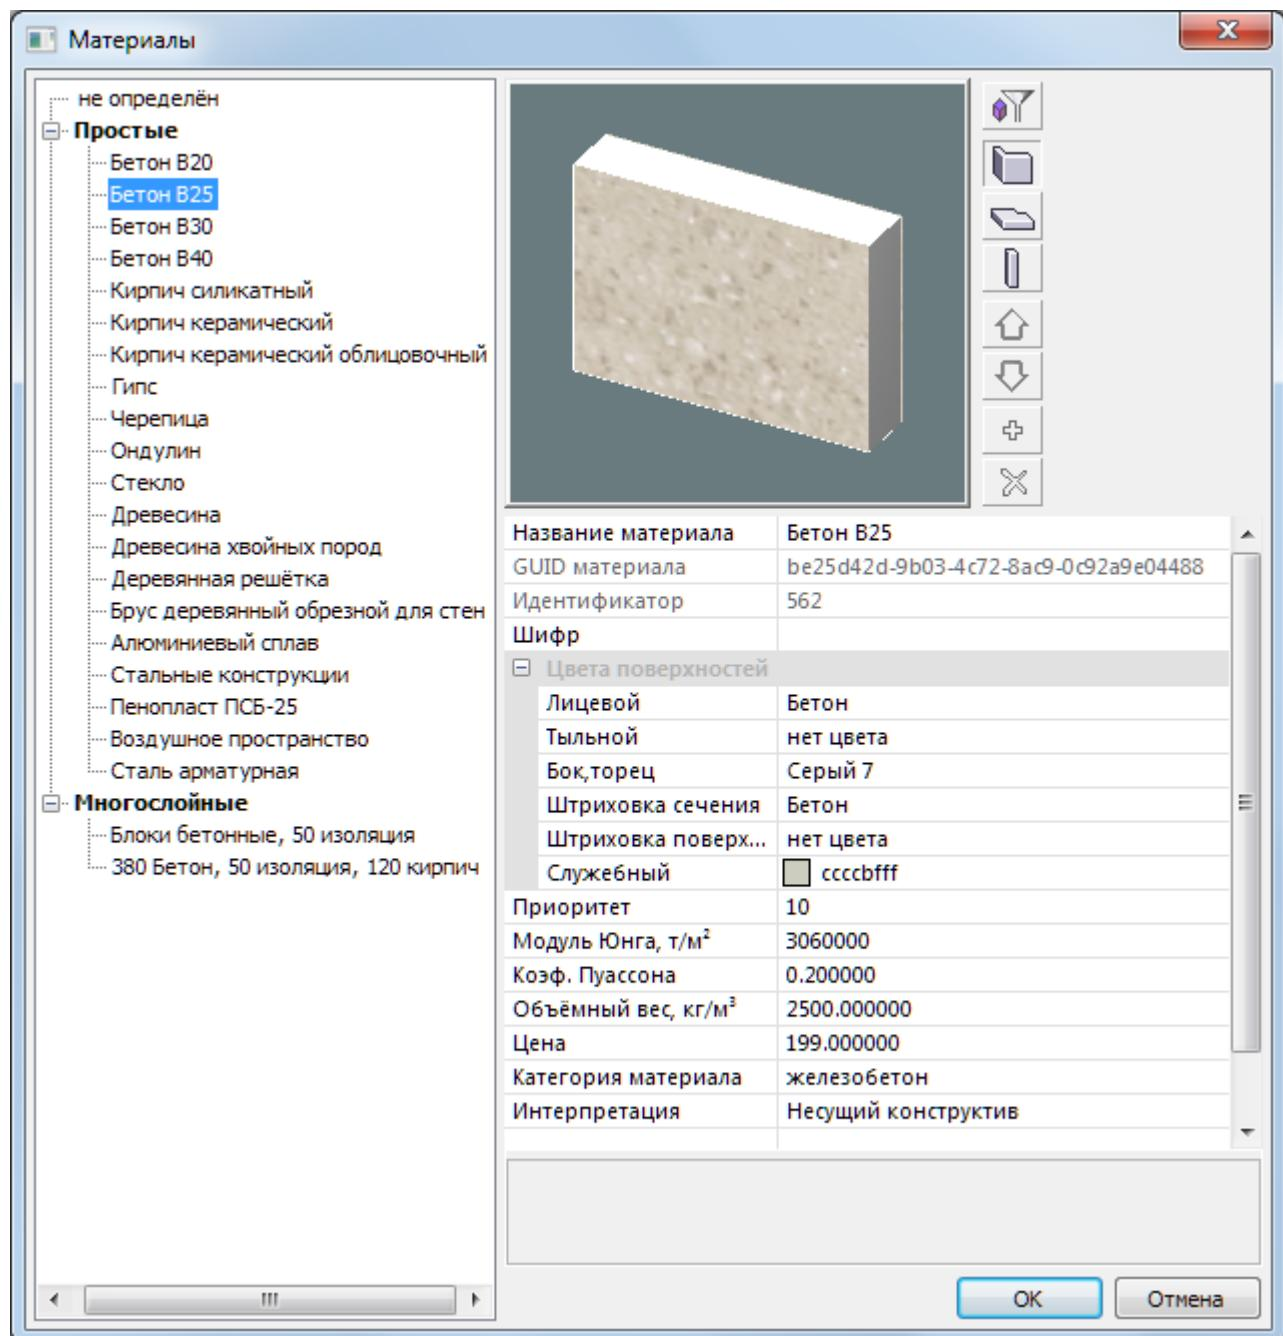

Рис.3.3. Диалоговое окно **Материалы**
- В открывшемся диалоговом окне **Материалы** (рис.3.3) выберите из списка материал **Бетон 25**.